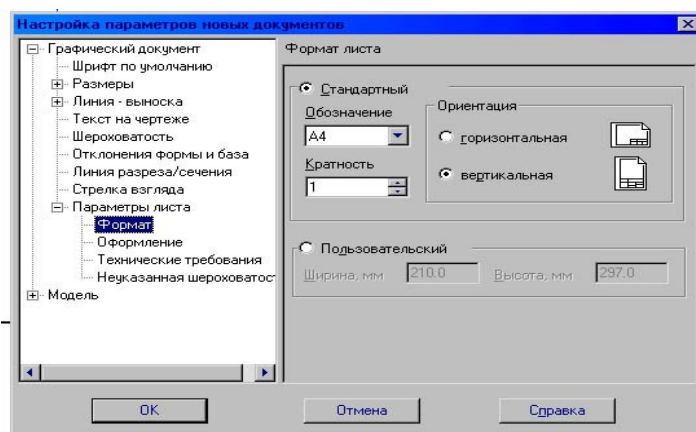

Рис.6
- Для изменения формата и вида штампа следует выбрать (рис.6):
3. В окне диалога «Настройка параметров новых документов» выбрать **Параметр листа** ⇒ **Формат** и установить параметры в **Формате листа** (рис. 6):